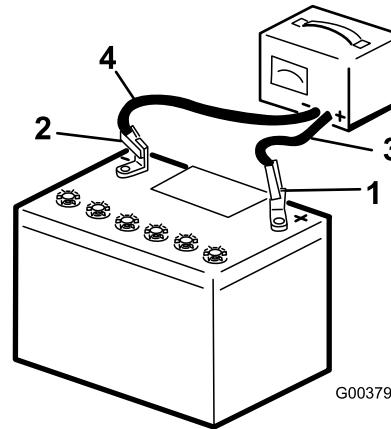

Bild 97
5. Schließen Sie das Pluskabel des Batterieladegeräts an den Pluspol der Batterie an (Bild 97).
| 6. Schließen Sie das Minuskabel des Batterieladegeräts an den Minuspol der Batterie an (Bild 97). | |
- Schließen Sie das Ladegerät von der Stromquelle ab, wenn die Batterie ganz aufgeladen ist. Klemmen Sie dann die Ladegerätkabel von den Batteriepolen ab (Bild 97).